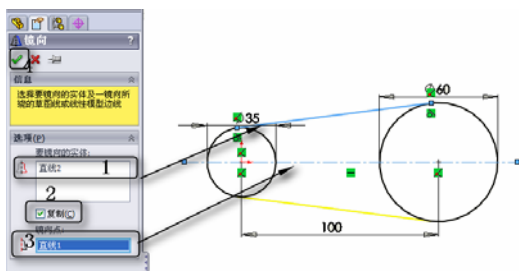
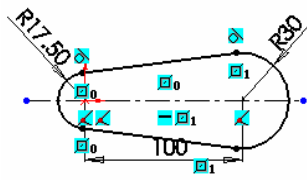

图 3-33 镜像直线
图 3-34 斜板草图
⑬ 镜像直线。单击镜向按钮，选择直线作为要镜像的实体，选择中心线作为镜像点，如图 3-33 所示。点击确认按钮，完成镜像。
⑭ 裁剪圆弧。单击草图裁剪按钮，裁剪掉圆 1 和圆 2 的两段圆弧。
⑮ 删除尺寸。单击选择按钮，选取标注的直径尺寸。按 Delete 键将它们删除掉。
⑯ 标注半径。单击智能尺寸按钮，重新标注圆弧的半径尺寸，从而完成整个草图的绘制工作，如图 3-34 所示。